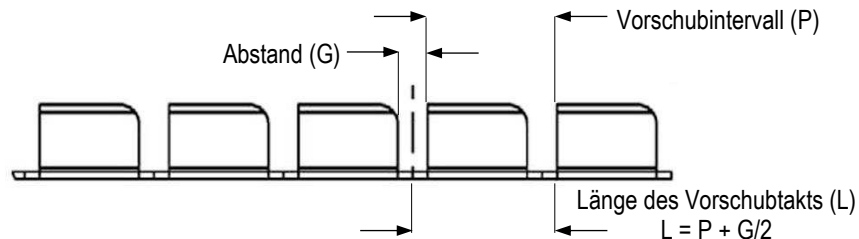

Abbildung 19
3. Drehen Sie das Stellrad (2161481-1) auf das gewünschte Maß „L“ des zu verarbeitenden Kontakts (siehe Abbildung 18). Vergleiche Zeichnung 2161490 für das „L“-Maß für AMPLIVAR-Kontakte. Liegen keine Daten vor, stellen Sie „L“ auf Kontaktmaß plus der Hälfte des Abstands zwischen den Kontakten ein (siehe Abbildung 19).